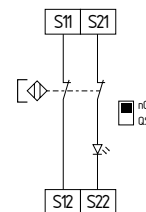

Fig. 14
**Comando de dois canais de interruptores magnéticos conforme EN 60947-5-3 (ver Fig. 14)**